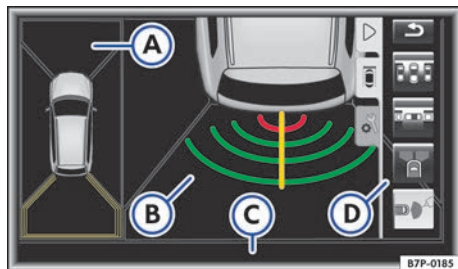

Fig. 192 Visualización del sistema de visión periférica: función de asistencia para remolque conectada.
Áreas de la pantalla → fig. 192:
Conexión automática de la visualización: Engrane la marcha atrás. Se muestra la vista de la imagen de la cámara detrás del vehículo en el modo de aparcamiento en batería con la perspectiva aérea reducida → fig. 192 Ⓐ.
- (A) Área de la cámara delantera
- (B) Área de la cámara derecha
- (C) Área de la cámara trasera
- (D) Área de la cámara izquierda
Activando la visualización de las imágenes de todas las cámaras se genera la perspectiva aérea  → fig. 196. La perspectiva aérea se puede seleccionar pulsando sobre el *vehículo* dentro de la zona → fig. 192 (A).
Pulsando sobre las distintas áreas → fig. 196 (A) a (D) de la perspectiva aérea o de la perspectiva aérea reducida → fig. 192 (A), se puede seleccionar la visualización de la imagen de la cámara correspondiente.